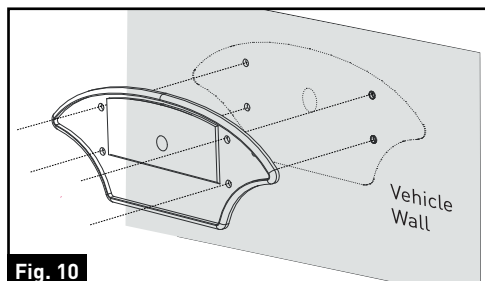

Fig. 10
1. Seleccione una posición de montaje adecuada donde va a instalar la cámara de entrada. Marque un contorno básico utilizando la empaquetadura de soporte provista. (Fig. 10)